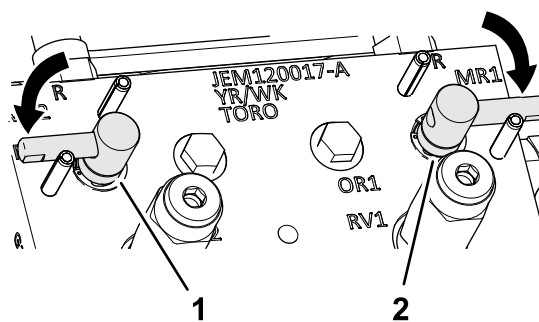

Figura 148
3. Deplasați manetele de ascurire în poziția F (de cosit) (Figura 148).